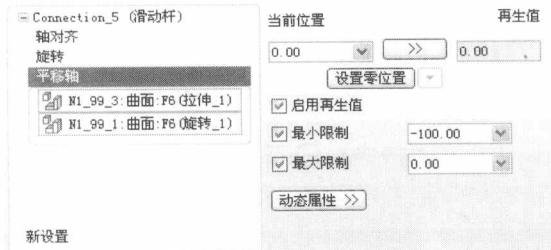

图1-12
- (2) “旋转”约束选取“RIGHT”与“FRONT”，使两面匹配（或对齐）。
- (3) “平移轴”约束选取 M1 与 M2，参照图 1-12 在【当前位置】文本框中输入“0”，单击 **>>** 按钮，使【再生值】文本框中出现“0”。勾选【启用再生值】复选项，在【最小限制】文本框中输入“-100”，在【最大限制】文本框中输入“0”，单击右下方的 **✓** 按钮，完成参数设置。